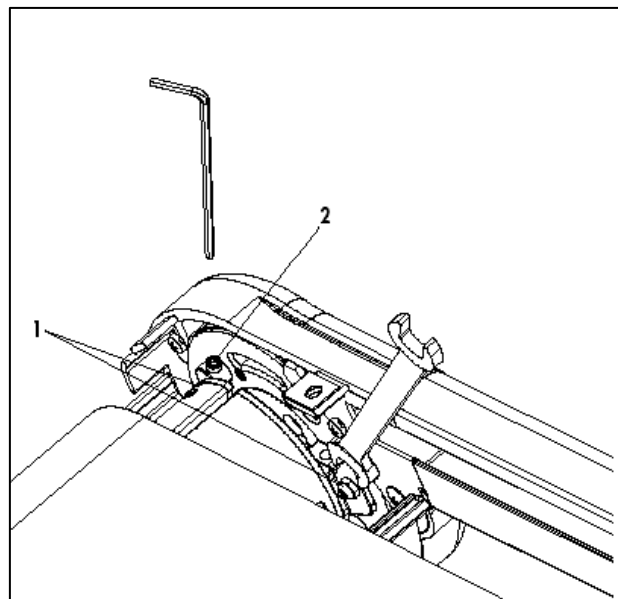

Bild 6: W6 – Austausch Verdrehkupplung
- An der Zahnscheibe die Gewindestifte DIN 915 M6x30 (2) lösen. Die selbstsichernde Muttern M5 (1) von den Spezialschrauben abschrauben (Bild 6). Darauf achten, dass Spezialschrauben nicht aus der Zahnscheibe fallen!
- Die Gewindestifte DIN 915 M6x30 (Bild 6 (2)) vor dem Befestigen mit Sicherungslack (Loctite oder ähnlichem) gegen lösen sichern.